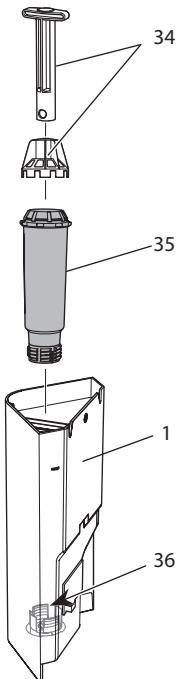

Fig. 19 : Vissage/dévissement du filtre à eau
7. Mettre un nouveau filtre en place dans le réservoir d'eau (voir Fig. 19).
2. Retirer le filtre à eau (voir *Fig. 19*).